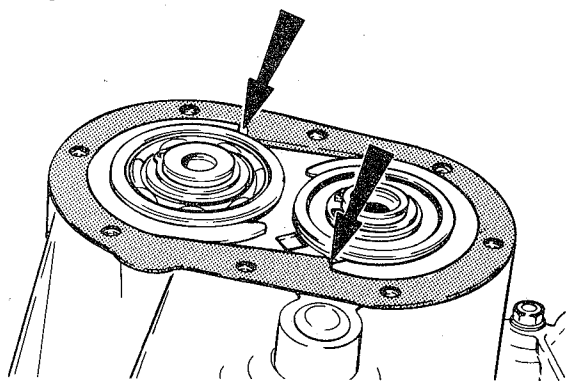

fig. 101
16. Alinhar os anéis-trava com relação à tampa caixa de 4 marchas – ou com a carcaça das engrenagens da 5a. – caixa de 5 marchas (figs. 101 e 102)